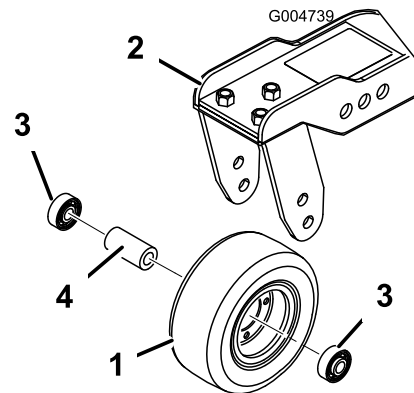

**Figure 108**
1. Retirez le contre-écrou du boulon qui fixe la roue pivotante entre la fourche (Figure 108) ou le bras pivotant (Figure 109). Maintenez la roue pivotante et sortez le boulon de la fourche ou du bras pivotant.
2. Enlevez le roulement du moyeu de la roue et laissez tomber la douille d'écartement à l'extérieur (Figure 108 et Figure 109). Enlevez le roulement de l'autre côté du moyeu.